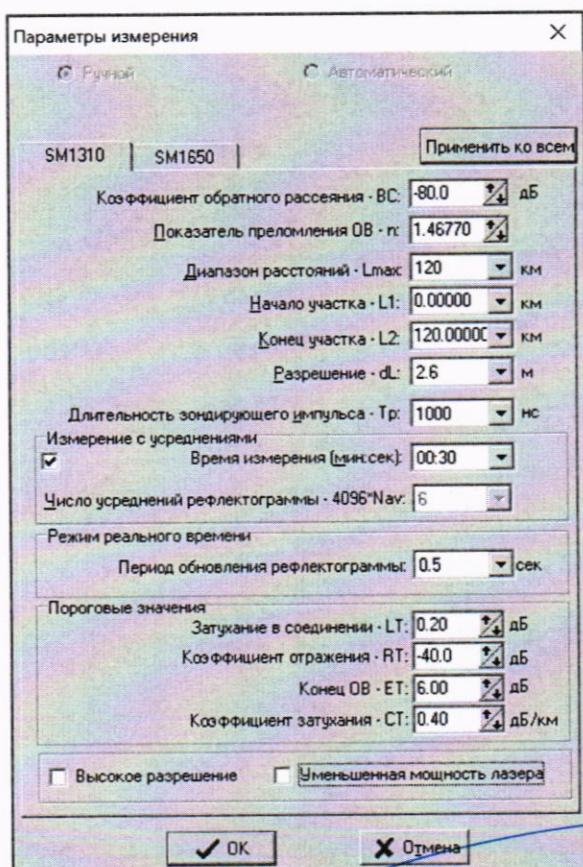

Рисунок 6
3) нажать на кнопку – появится окно "Параметры измерения" (см. рисунок 6);
- нажать на кнопку  программы модуля МАК 100 – появится окно "Параметры измерения" (см. рисунок 6);